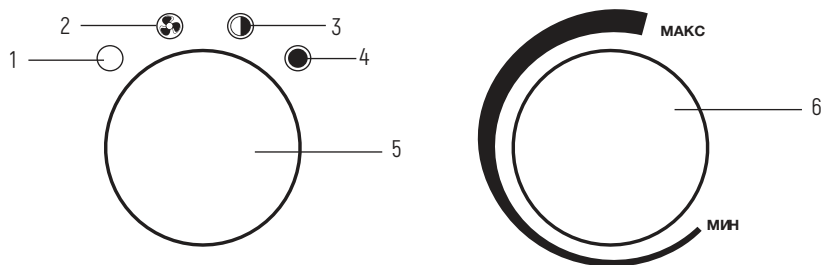

Рис. 2. Панель управления
Для включения прибора в режиме вентиляции (без нагрева) переведите ручку переключателя (5) в положение «☸», (см. рис. 2), при этом начинает работать вентилятор.